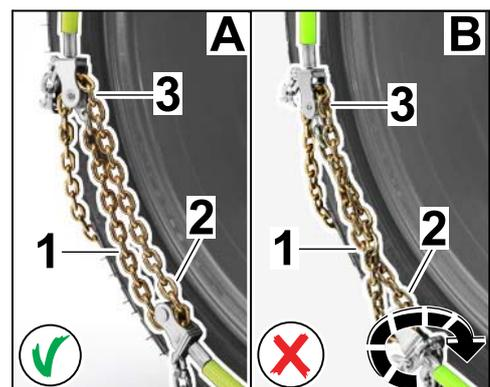

Figura 7
2.2.2 Comprobar si la cadena tensora discurre en paralelo con el punto de tensión y el rodillo de reenvío (extremo del arco de acero flexible en el lado interior de la rueda) (⇒ *Figura 7 -A-*) y que **NO** esté retorcido (⇒ *Figura 7 -B-*).
Si fuera necesario, girar el rodillo de reenvío del arco de acero flexible (⇒ *Figura 7 -flecha-*).